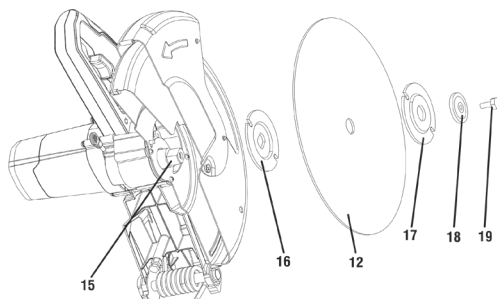

Fig. 3 – Instalación y extracción del disco de corte
1. Levante la capa de protección del disco (13);
2. Desapriete el perno (19) que fija el disco girando en el sentido contrario de los punteros del reloj;
3. Remueva el perno (19), la arandela (18) y los empalmes (16 y 17) del eje (15);
4. Instale cuidadosamente el disco de corte (12) en el eje (15) remontando por la secuencia, como mostrado en la Fig. 3;
5. Baje la capa de protección (13).